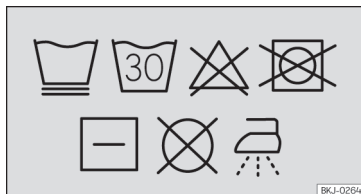

Abb. 115 Etikett der Schonbezüge: Symbole der Waschanleitungen
- **Waschanweisungen für die abnehmbaren Schonbezüge** »» **Abb. 115**: